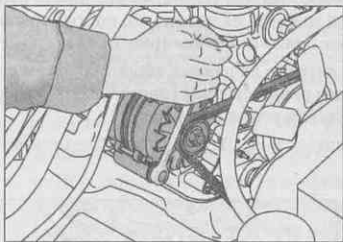

Рис. 14.11. Ослабление шарнирного болта
На рис. 14.11 показано, как ослабить шарнирный болт. Найдите под капотом своего автомобиля аналогичный болт, с помощью которого регулируется положение оборудования.
1. Ослабьте гайки крепления агрегата (см. рис. 14.11).